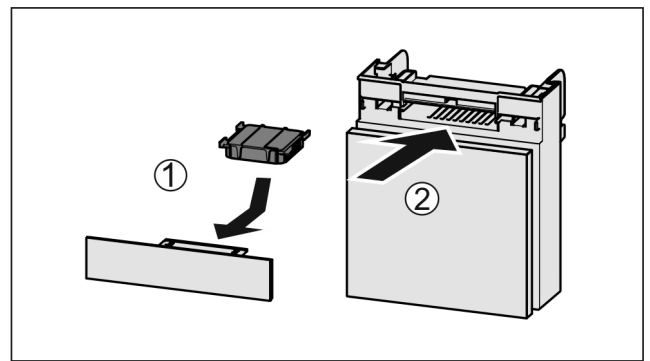

Fig. 136
- ▶ Insérer le filtre à charbon actif d'après le schéma Fig. 136 (1).
- ▶ Insérer le compartiment Fig. 136 (2).